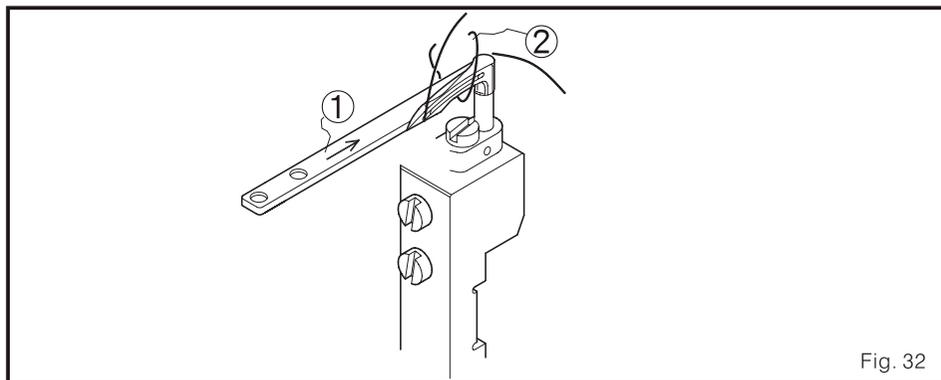

Fig. 32
1. Quando a faca móvel 1 se mova de à frente para trás, deve fazer isto pelo arco de fio 2. (Fig. 32)
3. Quando a faca móvel 1 se mova por detrás ao ponto morto dianteiro, o fio do looper 3 deve entrar na segunda incisão. (Fig. 32)